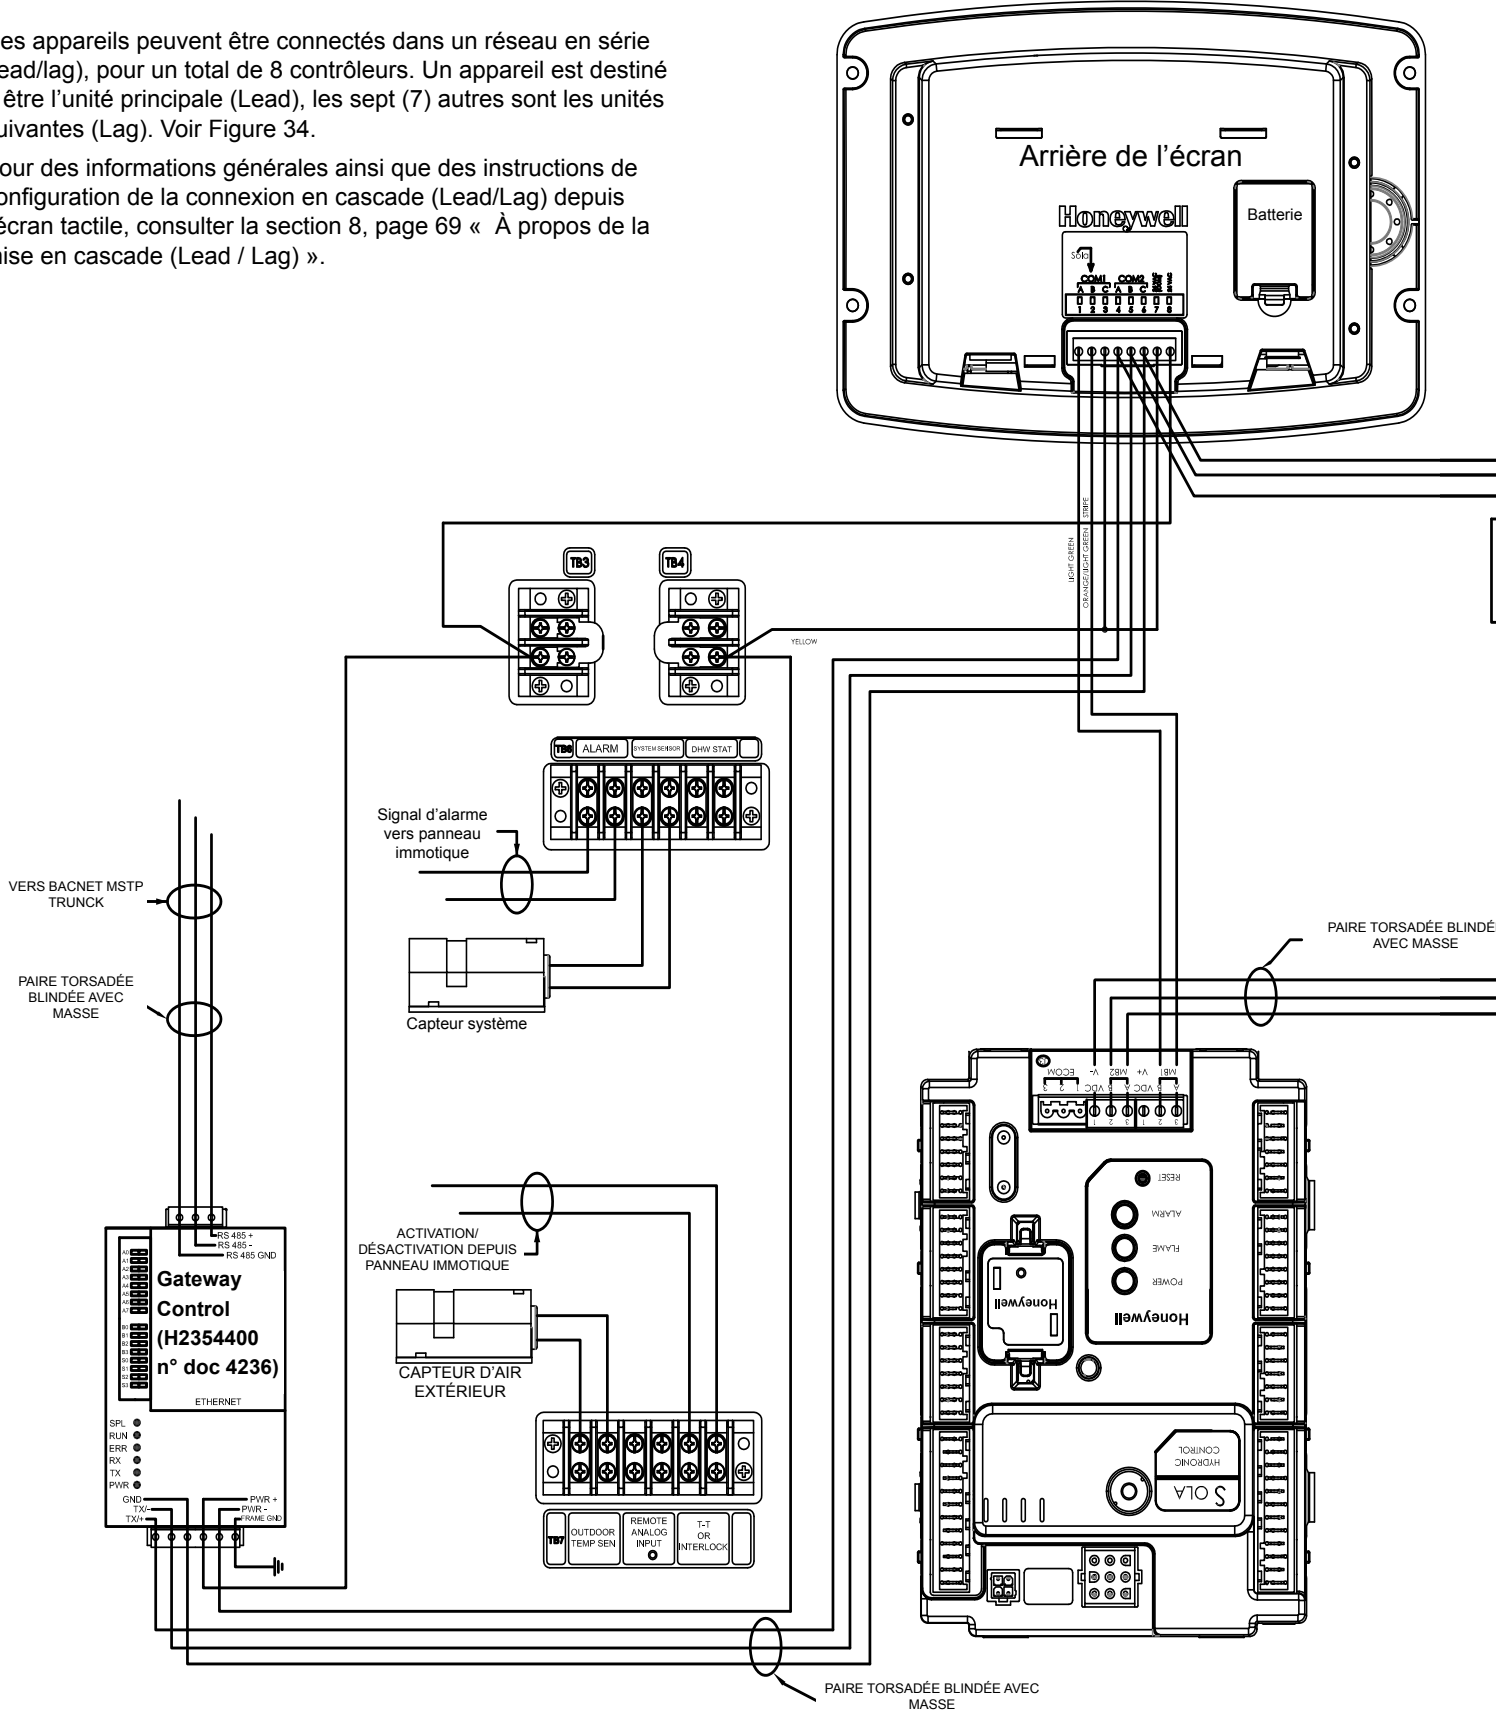

Figure 34. Schéma de câblage des systèmes en série et du système immotique Gateway
Procéder aux connexions électriques sur les borniers situés à l'intérieur du panneau de commande. Les connexions de câblage sont illustrées à la figure 34.
Ces appareils peuvent être connectés dans un réseau en série (lead/lag), pour un total de 8 contrôleurs. Un appareil est destiné à être l'unité principale (Lead), les sept (7) autres sont les unités suivantes (Lag). Voir Figure 34.